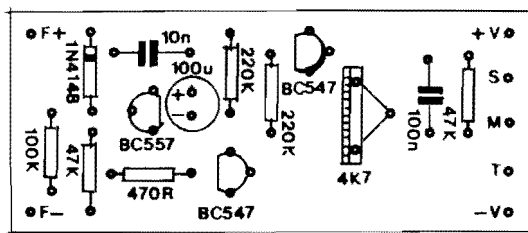

Fig.3
- FIG. 3 - "CHAPEADO" DA MONTAGEM (VERSÃO "A" - TERRA NEGATIVO) - Embora a placa seja absolutamente idêntica para ambas as versões básicas, o mesmo ocorrendo com o posicionamento geral dos componentes, o mesmo não ocorre com seus códigos individuais de transistores, polaridade de diodos, eletrolítico, ligações à linha telefônica e alimentação... Assim, na FIG. 3 temos o lado não cobreado da placa, especificamente para a versão A ("terra" NEGATIVO...). Observar cuidadosamente a orientação e os códigos dos transistores, posição do diodo, polaridade do capacitor eletrolítico e valores dos demais componentes (resistores e capacitores comuns, não polarizados...). Notar também as codificações atribuídas às ilhas/furos nas bordas da placa, destinados às conexões externas (cujo detalhamento visual será feito em figura mais adiante...). Em dúvida, consultar o TABELÃO APE quanto à identificação de terminais, polaridades e valores... Ao final, tudo deve ser conferido, para só então serem "amputadas" as sobras de "pernas" e terminais, pelo lado cobreado...